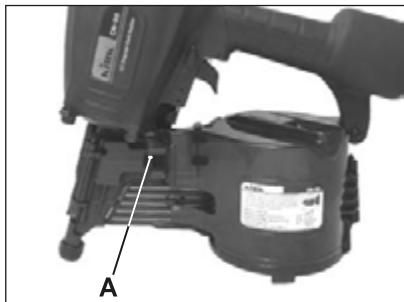

Рисунок 2
1. Потяните фиксатор дверки (A) носовой части вниз и откройте дверку, потянув на себя (рис. 2).